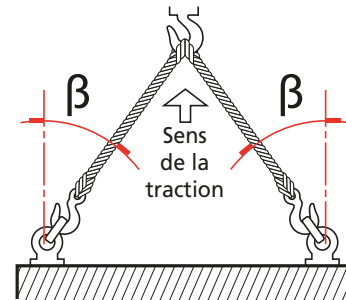

Fig 7.1 Levage (actionneur à simple effet jusqu'à la taille 161)
- Dans le cas d'un actionneur à simple effet, accrochez les élingues à double chaîne sur les anneaux de levage, comme indiqué sur la figure 7.1.